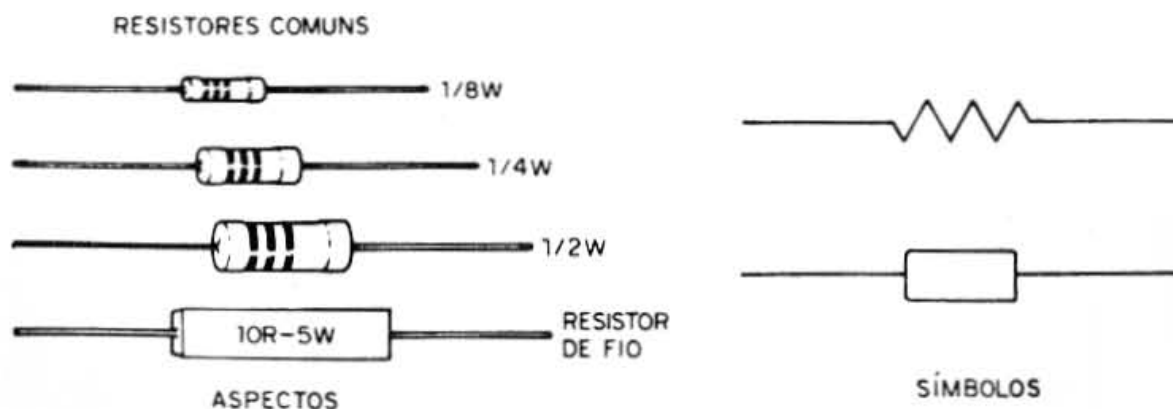

figura 5
a) Resistores — os resistores são as peças mais comuns das montagens, tendo a aparência mostrada na figura 5. Estes componentes aparecem nos diagramas que representam os aparelhos com um símbolo que é dado na mesma figura.